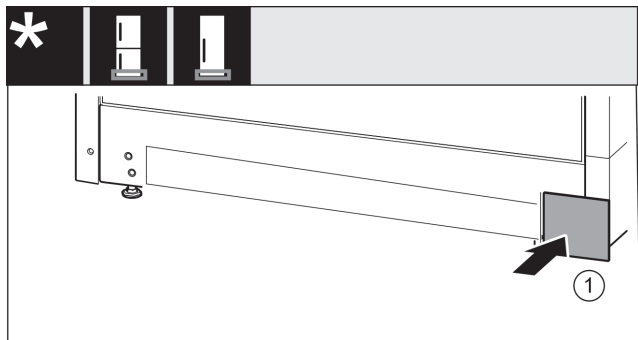

Fig. 27
- Vendosni sërish në vend kapakun mbulues në anën tjetër. Fig. 27 (1)